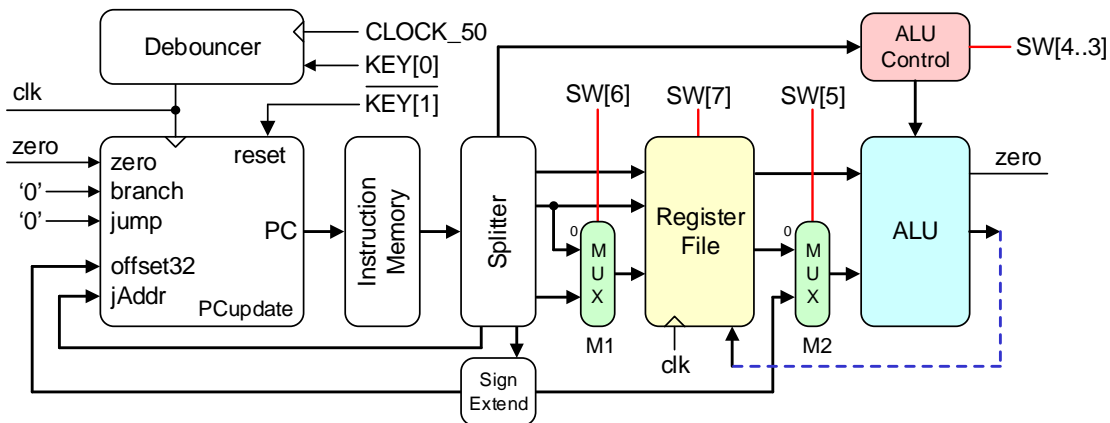

Figura 2. Diagrama de blocos simplificado com os blocos já implementados.
1. Abra o ficheiro "**mips_single_cycle.vhd**" e selecione-o como *top-level* do projeto. Instancie os módulos que desenvolveu nesta aula e faça as respetivas ligações ao restante diagrama. Ligue a saída da ALU ao porto de escrita do Banco de Registos, como indicado na Figura 2 a tracejado azul (esta ligação é feita apenas para teste dos módulos já desenvolvidos e deverá ser removida no final do guião).
2. Ainda sem a unidade de controlo implementada, é possível testar o funcionamento integrado dos módulos já desenvolvidos gerando manualmente os sinais de controlo. Para isso ligue (ver Figura 2): "**ALUOp**" a **SW[4..3]**, sinal de controlo do Mux M2, "**ALUSrc**", a **SW[5]**, sinal de Controlo do Mux M1, "**RegDst**", a **SW[6]** e o sinal de controlo da escrita no Banco de registos, "**RegWrite**", a **SW[7]**.